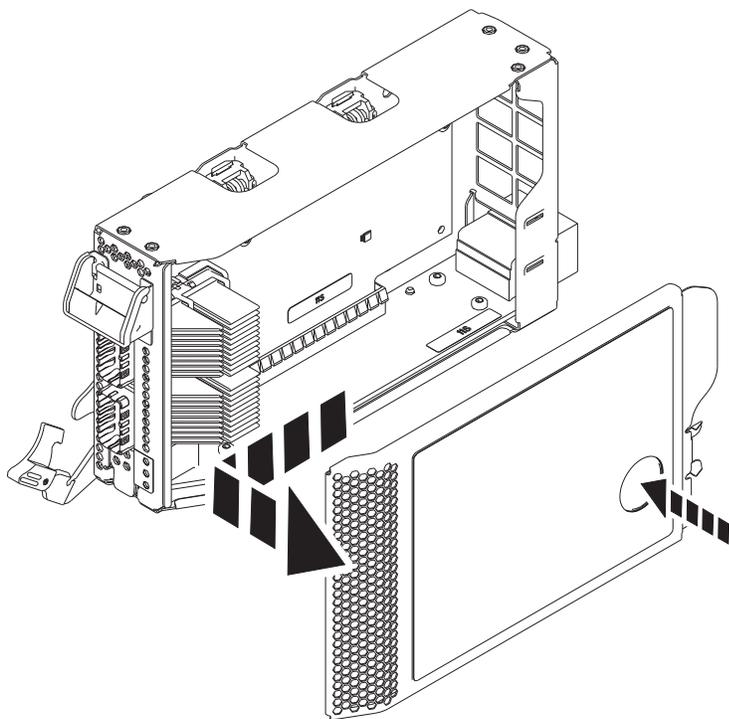

図 3. PCIe アダプター・カセット・カバーの取り外し
- a. 5 ページの図 3 に示されているカセット・カバーの赤褐色のボタンを押して、カセットからカバーを外します。